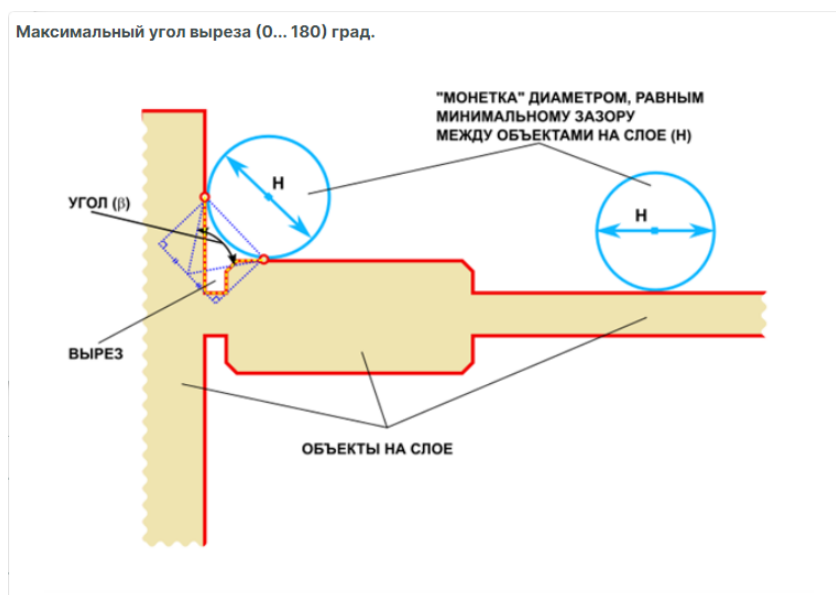

Рис. 473 Максимальный угол выреза
- максимального заданного угла выреза (0° – 180°) между всеми элементами, расположенными на выбранных слоях печатной платы, см. Рис. 473;